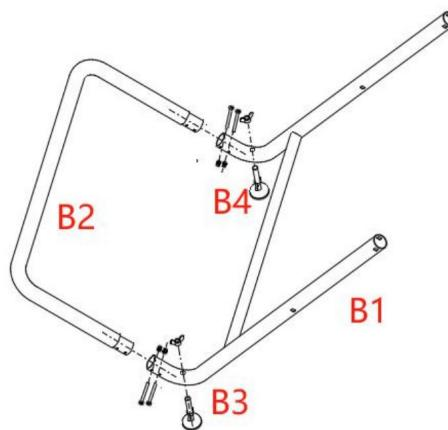

Abb.2
(Abb. 2)
4. Legen Sie Teil B1 flach wie in Abbildung 2 gezeigt, richten Sie die Stahlrohre von Teil B2 mit den Stahlrohrlöchern an beiden Enden von Teil B1, stecken Sie sie ein und richten Sie sie aus mit den kleinen Löchern an der Seite. Nehmen Sie zwei M5 * 35 Bolzen und Gewinde durch die Außenfläche und ziehen Sie dann die M5 Nylonmutter fest. Verriegeln Sie die andere Schraube auf die gleiche Weise.